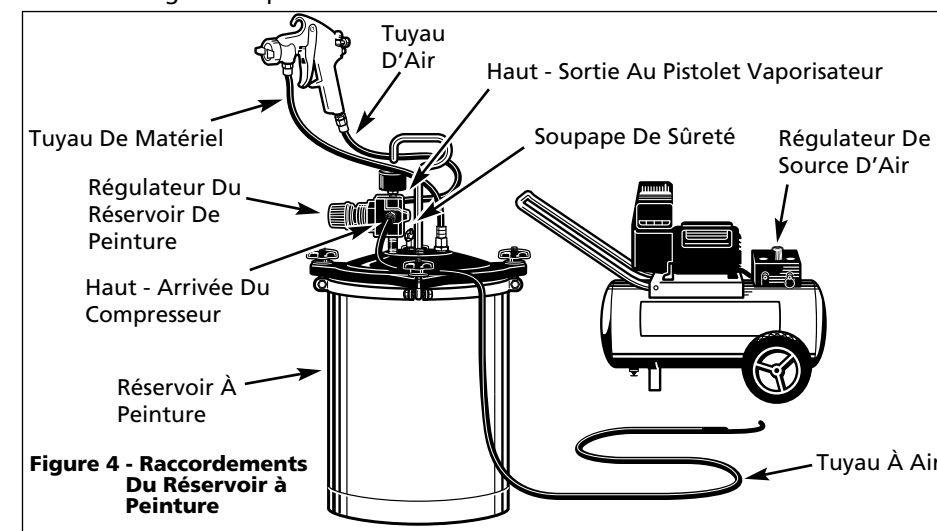

Figure 4 - Raccords Du Réservoir à Peinture
Les raccords corrects pour l'utilisation avec un réservoir de peinture pressurisé sont illustrés dans la Figure 4. Se référer aux illustrations fournies avec le réservoir de peinture pour les raccords et l'usage. **NE PAS UTILISER UN RÉSERVOIR POUR PEINTURE SANS LIRE CES DIRECTIVES.**
6. Le bouton de soupape pression/siphon doit être serré au sens des aiguilles d'une montre (en direction S) lorsque vous utiliser un réservoir à peinture pressurisé, comme illustré dans la figure 4. Ceci empêche l'échappement d'air pressurisé de l'orifice de soupape de pression du godet lorsque le godet n'est pas utilisé.